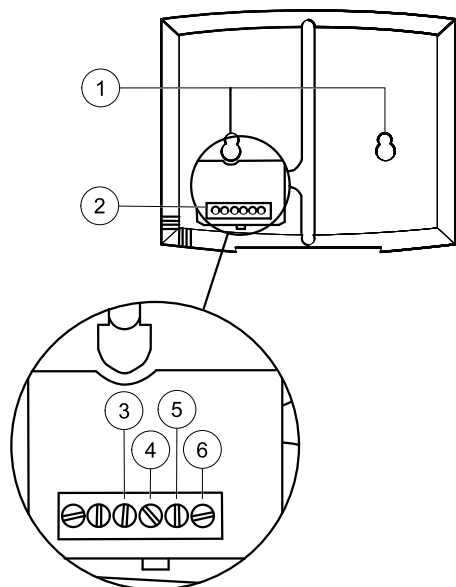

Рис. 13 Электрические соединения пульта управления
Панель управления поставляется присоединенной к контроллеру Corrigo, расположенному в соединительной коробке. Длина кабеля — 10 м. Чтобы отсоединить пульт управления от сигнального кабеля, можно отсоединить провода на его задней части (рисунок 13).
- 2 При необходимости просверлите в стене два отверстия для крепления пульта управления (межцентровое расстояние — 60 мм) (поз.1, рисунок 13).